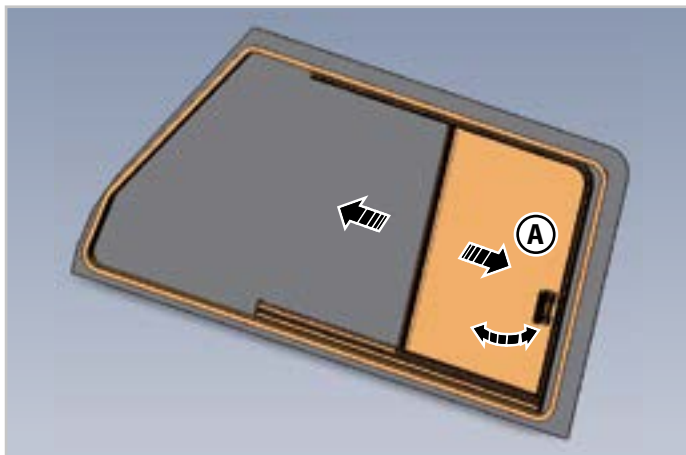

Fig.3.2 - Skyvevindu på passasjersiden
1. Trykk ned kroken på det bakre håndtaket (**A** - Fig.3.2) slik at det løsner fra låsen for å frigjøre vinduet.
2. Trekk i håndtaket (**A** - Fig.3.2) før vinduet fremover til ønsket posisjon.
1. Trekk i håndtaket (**A** - Fig.3.2) for å bringe vinduet tilbake til lukket stilling til håndtaket er helt i inngrep i låsesperren.